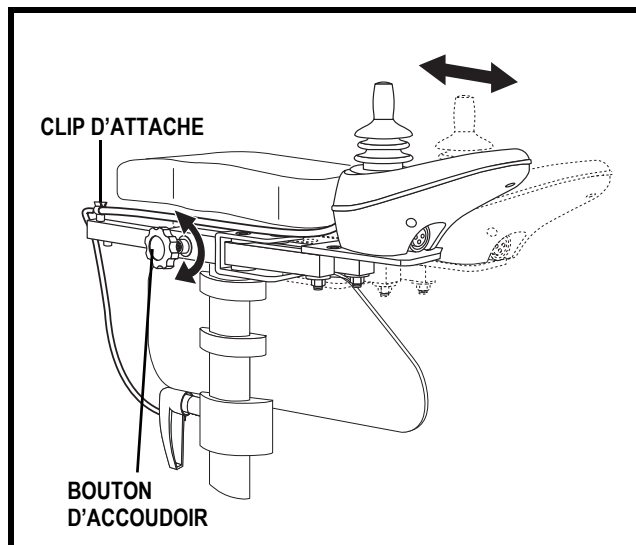

Figure 23. Position du contrôleur
1. Desserrez le bouton de réglage sur l'accoudoir. Voir la figure 23.